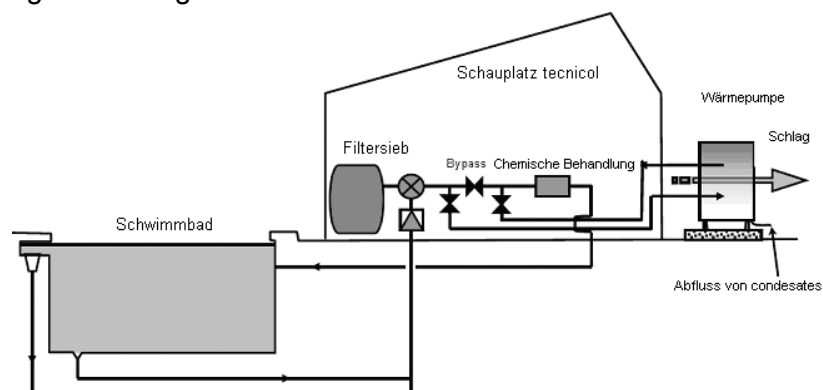

Abbildung 6: Typische Anordnung der Komponenten des Wasserkreislaufs.
- Bypassventil im Wasserkreislauf, siehe Abbildung 6.
Der Mindestwasserdurchsatz am Einlass der Wärmepumpe darf nicht unter dem für das betreffende Modell geforderten liegen, siehe **Abschnitt 3**. Bei einer Anordnung der Anlage, wie auf Abbildung 6 gezeigt, ist es möglich, den Wasserdurchsatz mit dem Bypassventil zu regeln.